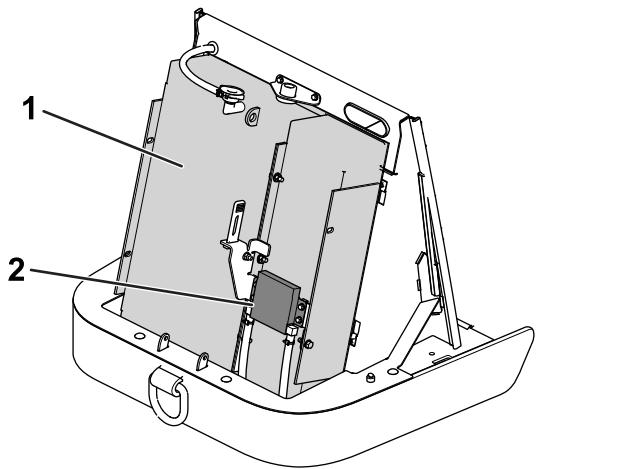

**Рисунок 119**
- Опустите переднюю решетку, освободив фиксаторы, которые удерживают ее на месте (Рисунок 119).